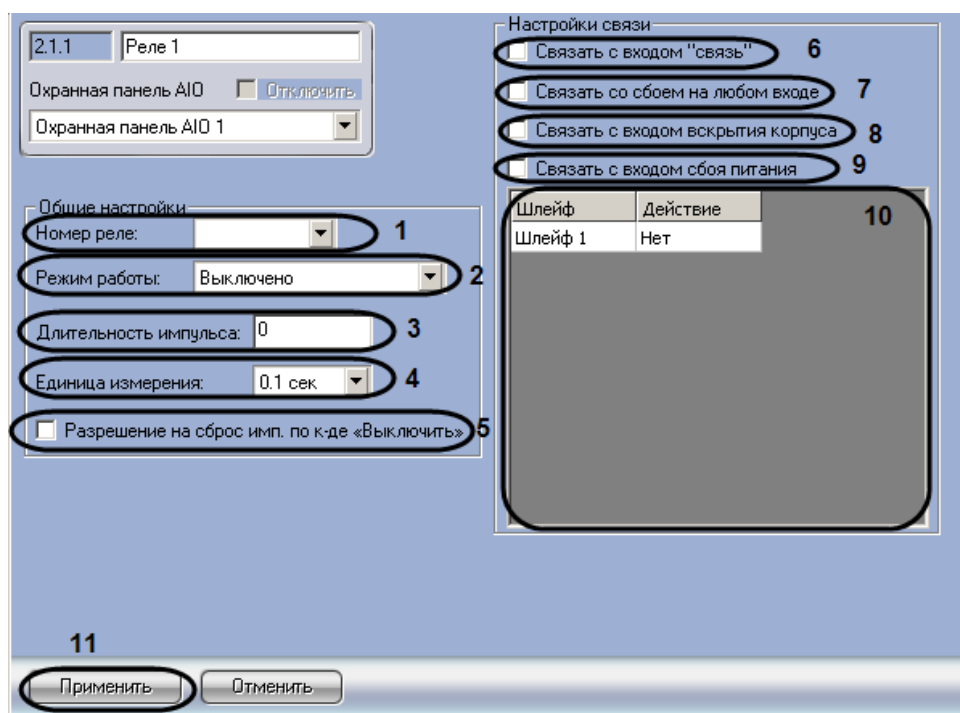

Рис. 3.5-6 Панель настроек объекта Реле
1. Перейти на панель настроек объекта **Реле** (Рис. 3.5-6).
2. Из раскрывающегося списка **Номер реле:** выбрать порядковый номер реле (см. Рис. 3.5-6, 1).
3. Из раскрывающегося списка **Режим работы:** выбрать режим работы реле (см. Рис. 3.5-6, 2, Таб. 3.5-2).
- 4.1 Из раскрывающегося списка **Единица измерения:** выбрать режим единицу измерения длительности импульса (см. Рис. 3.5-6, 4).
- 4.2 В поле **Длительности импульса** установить значение в выбранных единицах, определяющее длительность импульса (см. Рис. 3.5-6, 3).
5. Если необходимо включить возможность сброса импульса при смене режима работы на **Выключено**, установить флажок **Разрешение на сброс имп. по к-де «Выключить»** (см. Рис. 3.5-6, 5).
6. Установить флажок **Связать с входом «связь»**, если необходимо, чтобы реле реагировало на состояния входа **Связь** (см. Рис. 3.5-6, 6).
7. Установить флажок **Связать со сбоем на любом входе**, если необходимо, чтобы реле реагировало на сбой любого из входов (см. Рис. 3.5-6, 7).
8. Установить флажок **Связать с входом вскрытия корпуса**, если необходимо, чтобы реле реагировало на состояния корпуса охранной панели (см. Рис. 3.5-6, 8).
9. Установить флажок **Связать с входом сбоя питания**, если необходимо, чтобы реле реагировало на состояние питания охранной панели (см. Рис. 3.5-6, 9).
10. Настроить взаимодействие реле и шлейфов (см. Рис. 3.5-6, 10). В столбце **Действие** выбрать состояния шлейфов, при которых реле будет замыкаться (Таб. 3.5-3).
11. Для сохранения внесенных изменений необходимо нажать кнопку **Применить** (см. Рис. 3.5-6, 11).
7. Для сохранения внесенных изменений необходимо нажать кнопку **Применить** (см. Рис. 3.5-6, 11).